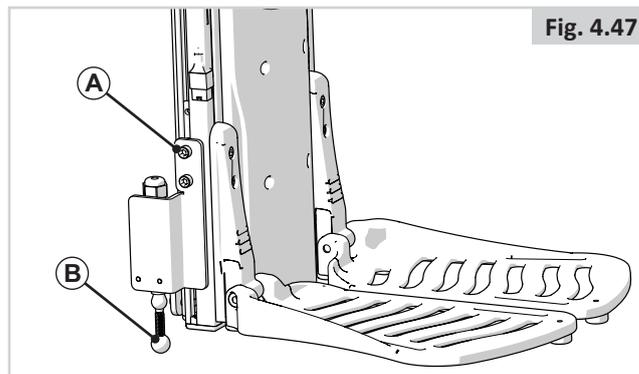

Fig. 4.47
Se è installata la funzione opzionale “Footplate to the floor” (Pedana a contatto con il suolo) (Fig. 4.47) è presente un interruttore. Dopo aver regolato la lunghezza della pedana è necessario regolare anche l'altezza dell'interruttore (A). Accertarsi che la sfera dell'interruttore si trovi completamente sotto il bordo più basso della pedana (B).